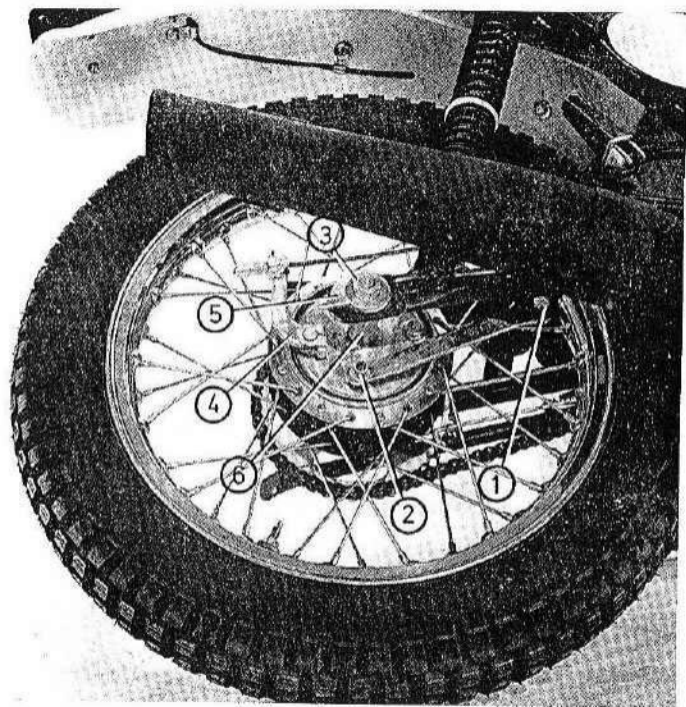

Fig. 21
Aflojar el eje de la rueda 3 (fig. 21 y anclaje 1.2). Actuar con las levas hasta conseguir la oscilación de 40 mm en la cadena, asegurándose de que se apoyan bien los asientos del basculante. Una vez todo apretado, comprobar que el tensado es correcto, puesto que si la cadena se dejara excesivamente tirante puede dañar el eje y piñón de salida del cambio de velocidades.
Desserrer l'axe de la roue 3 (fig. 21, ancrage 1.2). Agir sur les cames jusqu'à obtenir l'oscillation de 40 mm de la chaîne, s'assurant que les assises du bras oscillant s'appuient bien. Une fois le tout resserré, s'assurer que la tension est correcte, car si la chaîne est trop tendue, elle peut endommager l'axe et le pignon de sortie de la boîte de vitesses.
Loosen the wheel axle 3 (fig. 21 and anchor plate 1.2). Rotate the cams until obtaining the 40 mm play in the chain, making sure that they seat properly against their flanges on the swinging arms. After all has been tightened, check that tension is correct, because if the chain is too tight, the engine shaft and sprocket may be damaged.
2. Desmontaje de la rueda trasera. Para ello soportar la máquina de manera que la rueda gire libremente. Desmontar el tirante anclaje del plato portazapatas 2 (fig. 21) aflojando previamente su fijación a la basculante 1. Soltar el cable del freno, presionando sobre la palanca 4.
2. **Démontage de la roue arrière.** Placer la machine sur un support de façon à se que la roue tourne librement. Démonter la bride d'ancrage du plateau porte-garnitures 2 (fig. 21), en desserrant au préalable sa fixation au bras oscillant 1. Détacher le câble du frein en desserrant l'écrou du levier 4.
2. **Removing the Rear Wheel.** Support the frame so that the rear wheel is off the ground. Remove the anchor plate from the backing plate 2 (fig. 21) previously loosening its attachment to the swinging arm 1. Remove the brake rod loosening the brake lever adjuster 4.